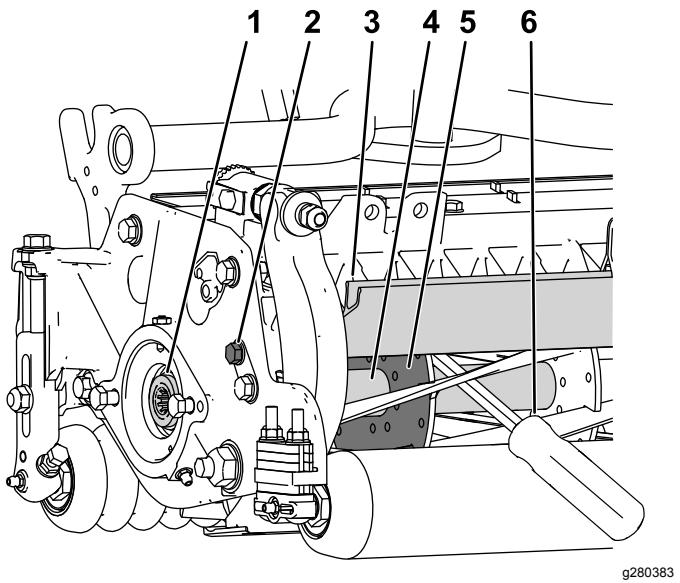

Figura 30
1. Afloje el perno del deflector a la izquierda de la unidad de corte y eleve el deflector trasero (Figura 30).
2. Inserte una palanca de mango largo (se recomienda de $\frac{3}{8}$ " x 12 " con mango de destornillador) por la parte trasera del molinete de corte, lo más cerca del lateral de la unidad de corte que va a apretar (Figura 30).
3. Coloque la palanca contra la parte soldada de la placa de soporte del molinete (Figura 30).